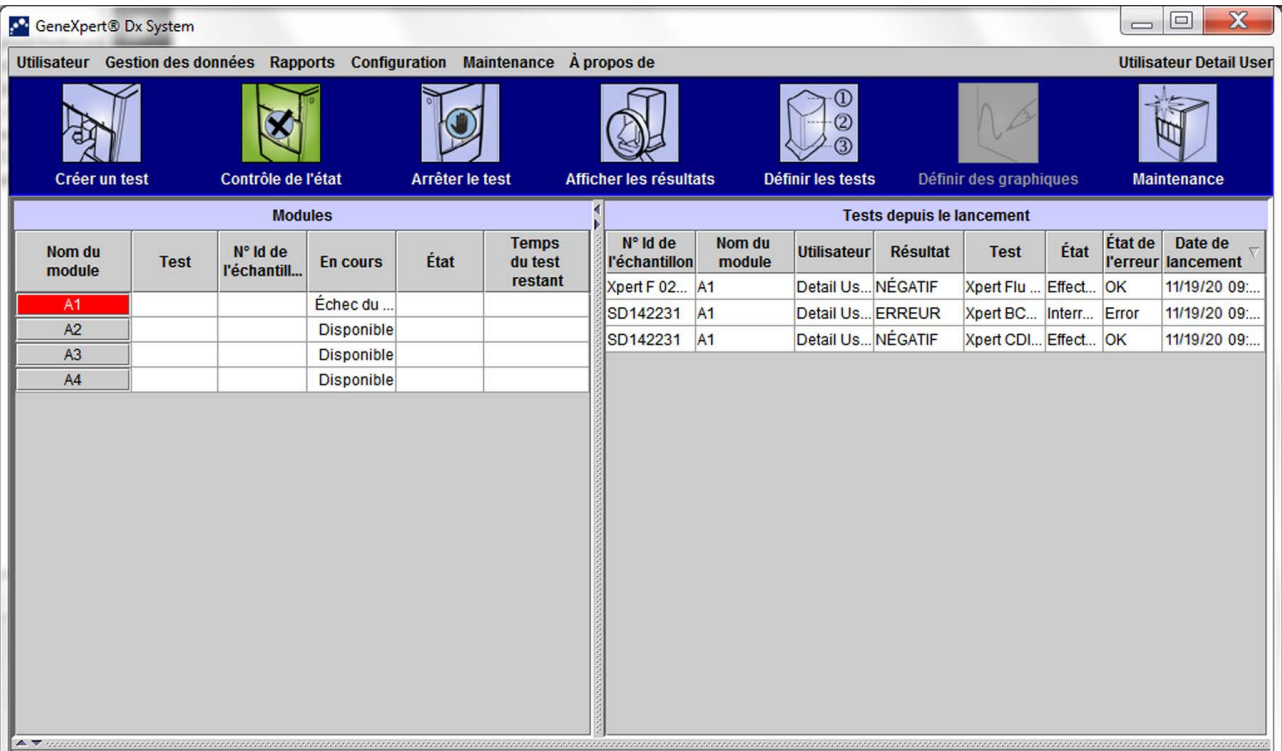
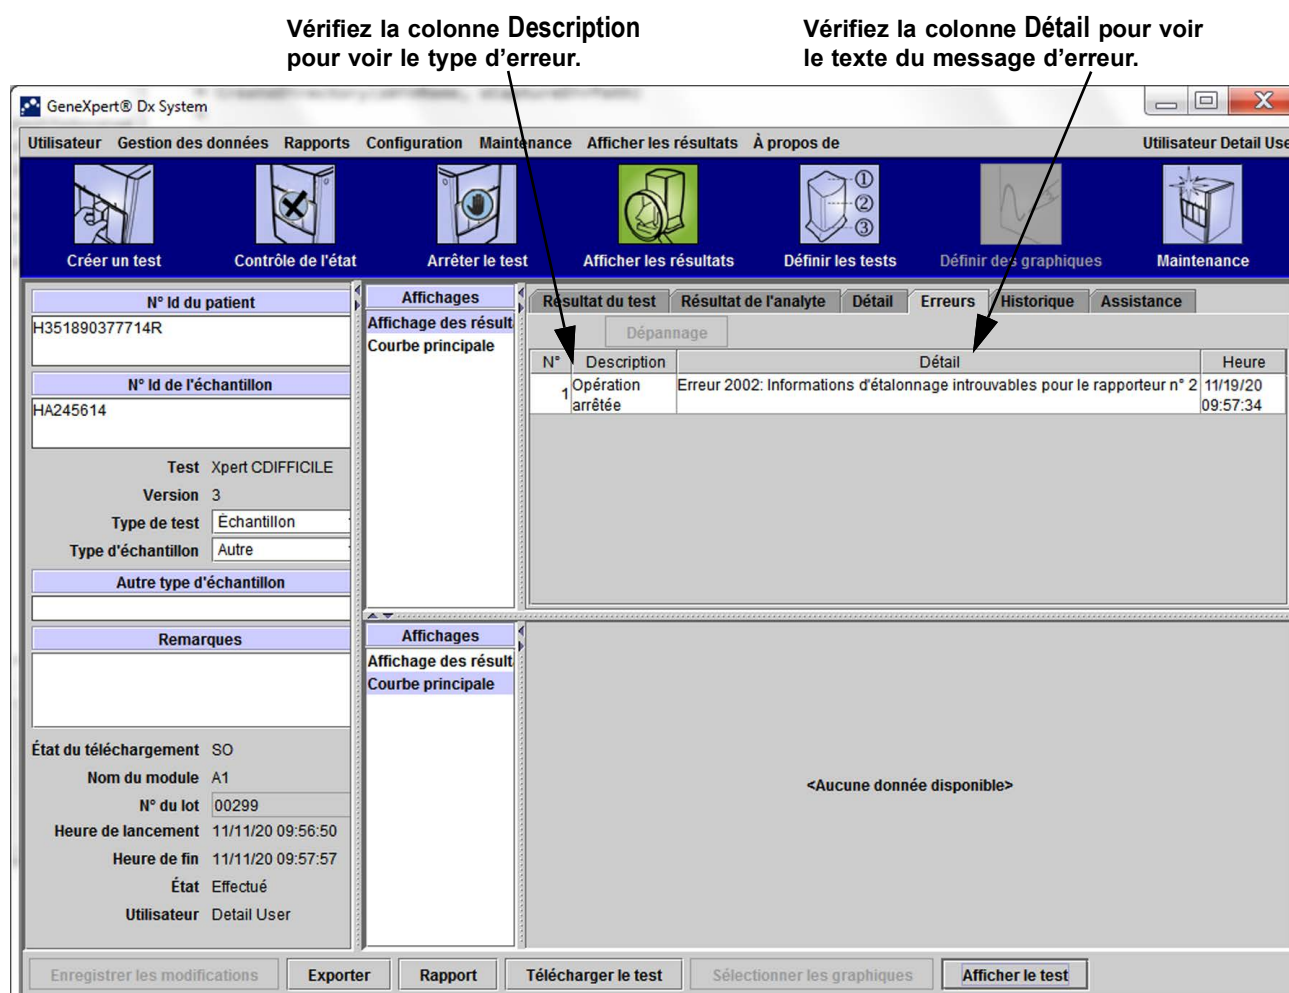

Figure 9-40. GeneXpert Dx System—Fenêtre Contrôle de l'état
Figure 9-41. GeneXpert Dx System—Fenêtre Afficher les résultats—Onglet Erreurs (Vue Utilisateurs Détail et Administrateur)
- Section 9.19.2.5, « Erreurs d'analyse post-expérience »—Erreurs qui se produisent pendant la procédure de réduction de données. Vous pouvez afficher toutes les erreurs dans la fenêtre Contrôle de l'état (cf. Figure 9-40). Des détails concernant les erreurs-propres au test s'affichent également dans l'onglet **Erreurs** de la fenêtre Afficher les résultats (cf. Figure 9-41).
Le Tableau 9-3 répertorie les erreurs susceptibles de survenir au cours d'un test qui n'a pas été interrompu. Même si le système a pu terminer le test et enregistrer les résultats, certaines erreurs non critiques se sont produites et doivent être examinées. Ces messages d'erreurs sont affichés dans la fenêtre Afficher les résultats (cf. Figure 9-41). Pour contacter le Cepheid Technical Support, consultez la section Assistance Technique dans la Préface pour obtenir les coordonnées nécessaires.
Le Tableau 9-4 répertorie les erreurs susceptibles de survenir lorsqu'un test est interrompu. Les messages d'erreur d'interruption de test s'affichent dans la fenêtre Afficher les résultats. Voir Figure 9-41. Pour contacter le Cepheid Technical Support, consultez la section Assistance Technique dans la Préface pour obtenir les coordonnées nécessaires.
Le Tableau 9-5 répertorie les erreurs susceptibles de survenir au cours du chargement de la cartouche. Les messages d'erreur liés au chargement de la cartouche s'affichent dans la fenêtre Contrôle de l'état. Voir Figure 9-40.
Le Tableau 9-6 répertorie les erreurs susceptibles de survenir au cours de l'autotest. Les messages d'erreur liés à l'autotest s'affichent dans la fenêtre Contrôle de l'état. Voir Figure 9-40. Pour contacter Cepheid Technical Support, consultez la section Assistance Technique dans la Préface pour obtenir les coordonnées nécessaires.
Le Tableau 9-7 répertorie les erreurs susceptibles de survenir au cours du processus d'analyse post-expérience (réduction de données). Les messages d'erreur post-expérience apparaissent dans la fenêtre Afficher les résultats (cf. Figure 9-41). Pour contacter Cepheid Technical Support, consultez la section Assistance Technique dans la Préface pour obtenir les coordonnées nécessaires.